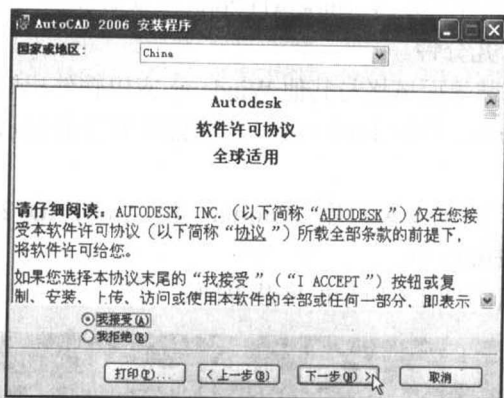

图 1.6 【Autodesk 软件许可协议 全球适用】对话框
- (3) 弹出如图 1.6 所示的【Autodesk 软件许可协议】对话框。在该对话框中,首先单击【我接受】单选按钮,这样【下一步(N)>】按钮才变为黑色的可选状态。